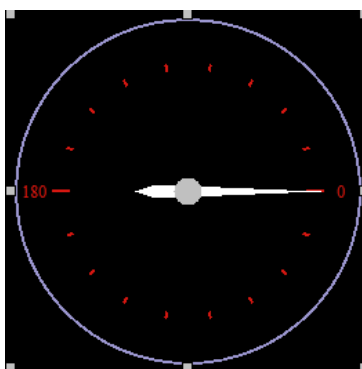

图 3-18 白色表针
2)表针颜色：表针的颜色。将表针颜色设置为白色，效果如图 3-18 所示。